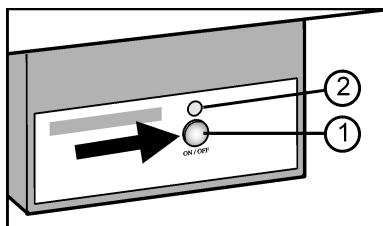

Fig. 48
- Pulse la tecla On/Off Fig. 48 (1) hasta que el LED Fig. 48 (2) se ilumine.